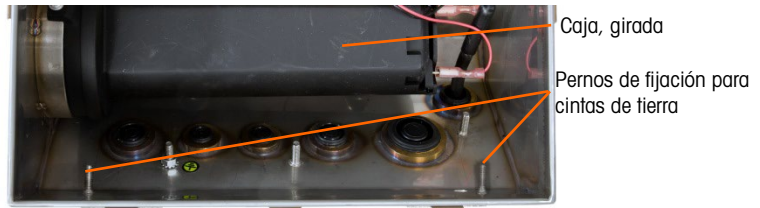

Figura A-9: Caja invertida
6. Gire con cuidado la caja 180 grados y vuelva a conectar las dos cintas de conexión a tierra en los dos pernos cerca de los manguitos de sujeción (Figura A-9) con las dos tuercas retiradas en el paso D. Apriete las dos tuercas.